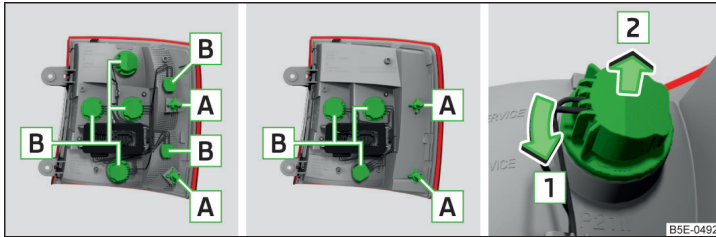

Abb. 244 Äußerer Teil der Leuchte: Grundleuchte / Leuchte mit LED-Leuchtmitteln
- › Die Fassung mit der Glühlampe **B** in Pfeilrichtung **1** drehen » Abb. 244.